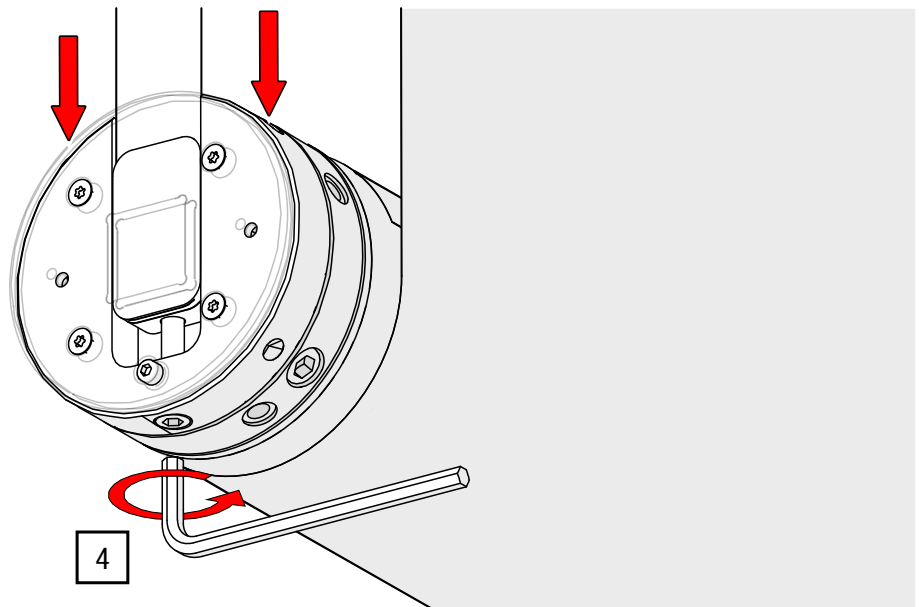

Abb. 36: Nivellierung einstellen – Wickelwelle nach unten justieren
4. Drehen Sie die Nivellierschraube mit einem Innensechskant SW 8 entgegen dem Uhrzeigersinn (siehe Abb. 36).